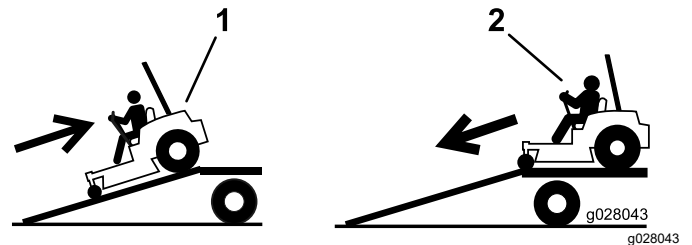

Figura 36
2. Baje la máquina por la rampa conduciendo hacia adelante (Figura 36).